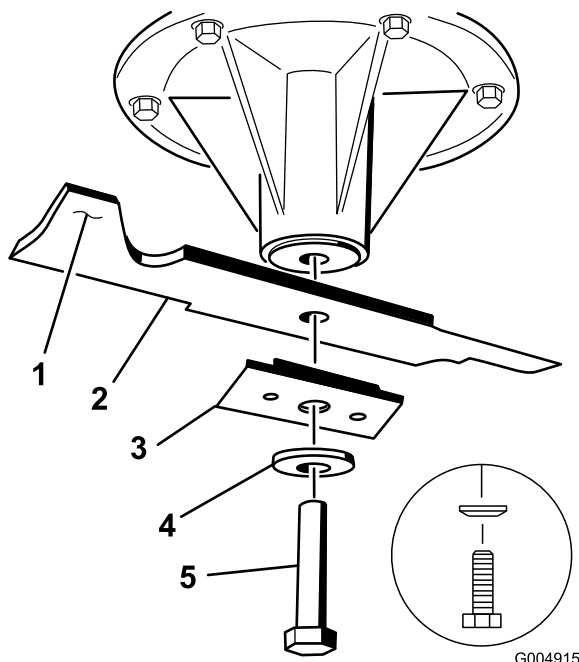

Figura 49
2. Togliete il bullone della lama, la rondella curva, il rinforzo della lama e quest'ultima dall'asse del fusello (Figura 49).
1. Montate la lama sull'asse del fusello (Figura 49).
**Importante:** Perché tagli correttamente, la costa della lama deve essere rivolta in alto, verso l'interno del tosaerba (Figura 49).
2. Montate la lama, il rinforzo, la rondella curva e il bullone della lama (Figura 49).